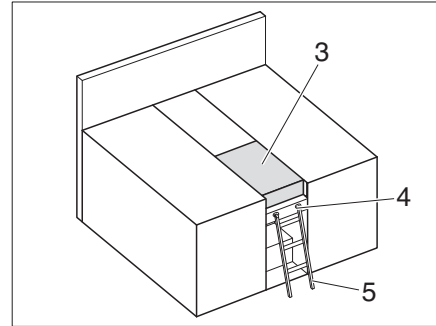

Fig. 180 Cama doble
- Colocar cojín adicional (Fig. 180,3).
- Retirar cojín adicional (Fig. 180,3).
Para subir a la litera superior se ha de utilizar la escalera de ascenso equipada de serie (Fig. 180,4).
- Enganchar la escalera de ascenso (Fig. 180,4) con los largueros en el soporte (Fig. 180,3) en el panel.